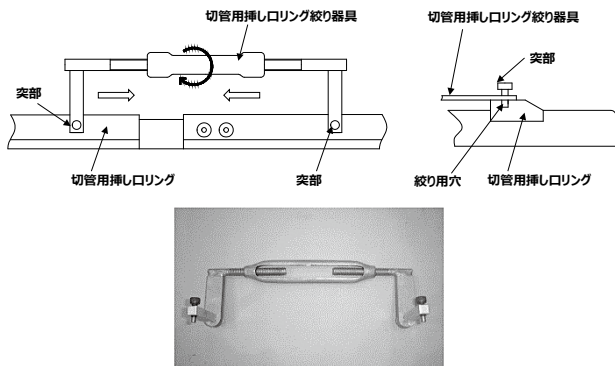

図51 切管用挿し口リング絞り器具
- (2) 切管用挿し口リングを挿し口溝部へ入れ、切管用挿し口リング絞り器具で切管用挿し口リングが動かなくなるまで絞って、溝に固定する(図51参照)。